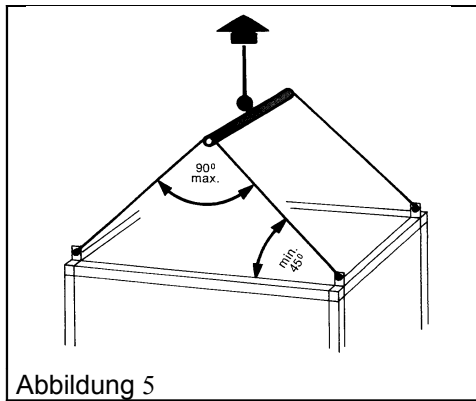

Abbildung 5
- Lastaufnahmemittel entsprechend den Abbildung 5 bzw. 6 einhängen